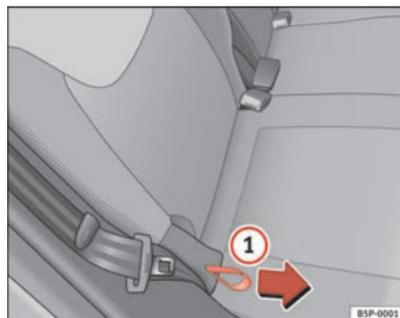

Fig. 99 Regular a inclinação do encosto, banco traseiro
- Segurar o encosto do banco, em cima. Puxar a pega lateral do banco ⇒ fig. 99 ① no sentido da seta e mantê-la nessa posição. Empurrar ao mesmo tempo o encosto para trás, para a posição pretendida e soltar a pega. ▶